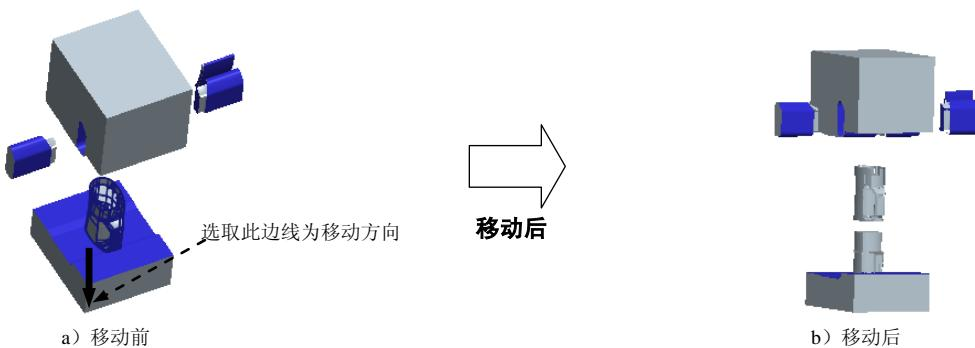

图 17.29 移动浇注件
Step1. 移动铸件。参考 Stage2 的操作方法选取铸件, 选取图 17.29 所示的边线为移动方向, 输入要移动的距离值-200, 选择 **Done (完成)** 命令, 完成铸件的开模动作。